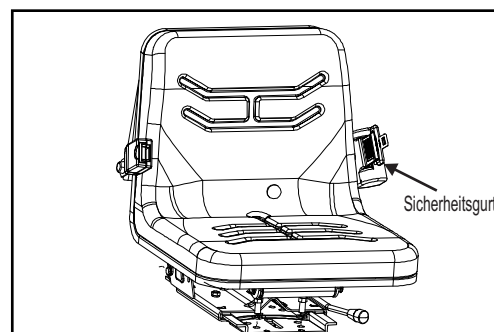

Abb. 4.27b
- Überprüfen Sie den Sicherheitsgurt auf Beschädigungen. Ein beschädigter Sicherheitsgurt muss ersetzt werden, Abb. 4.27b.